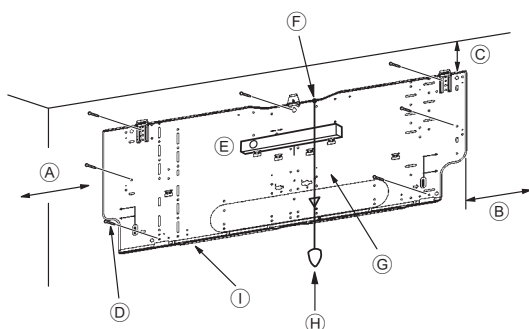
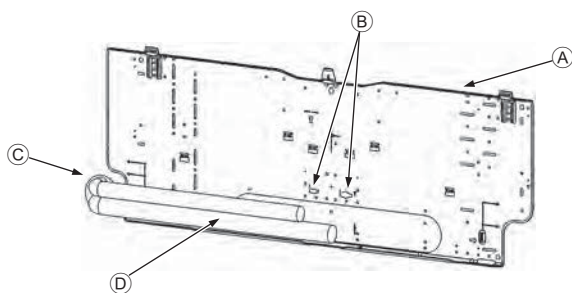

Рис. 3-4
Рис. 3-5
■ PKFY-P-VKM-E (Рис. 3-4)
- ⓓ Крепежные винты (4 x 25) ②
- Ⓢ Монтажная плита ①
3.3. Встраивание труб в стены (Рис. 3-5)
- ▲ Монтажная плита ①